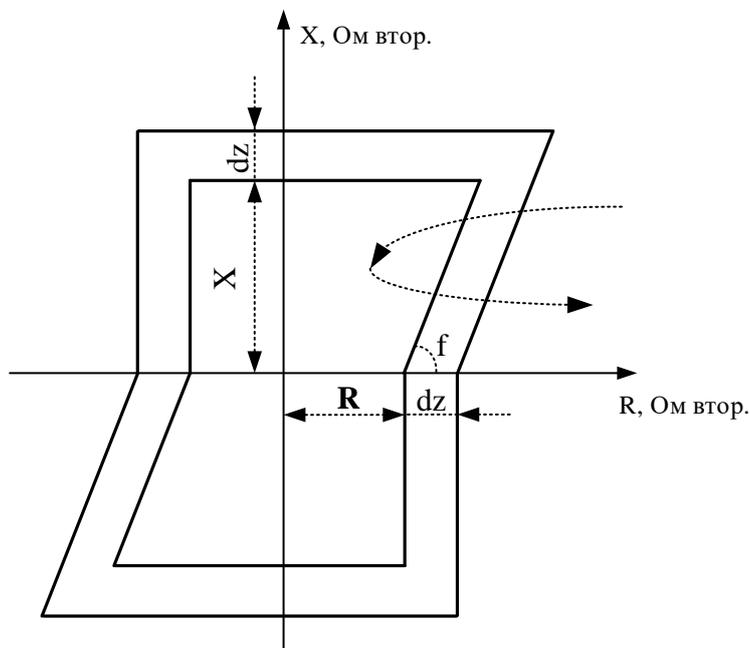

Рисунок 6.8 – Характеристика блокировки при качаниях
1. Рабочая точка перемещается из внешней зоны в зону действия (рисунок 6.8), при этом находится в дельта-зоне больше заданного времени  $Tdz$ . Для качаний частотой до 4–5 Гц  $Tdz=20$  мс.